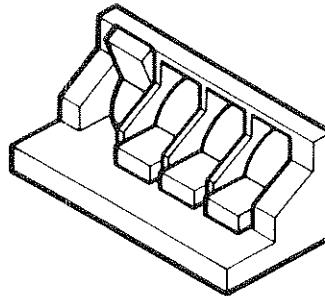

Abbildung 5: Einstellung der Adressschalter
- Vom Hersteller wird die Geräteadresse auf 0 eingestellt (siehe Abbildung 5).
- Wählen Sie eine der in Abbildung 5 abgebildeten Schalterstellungen aus